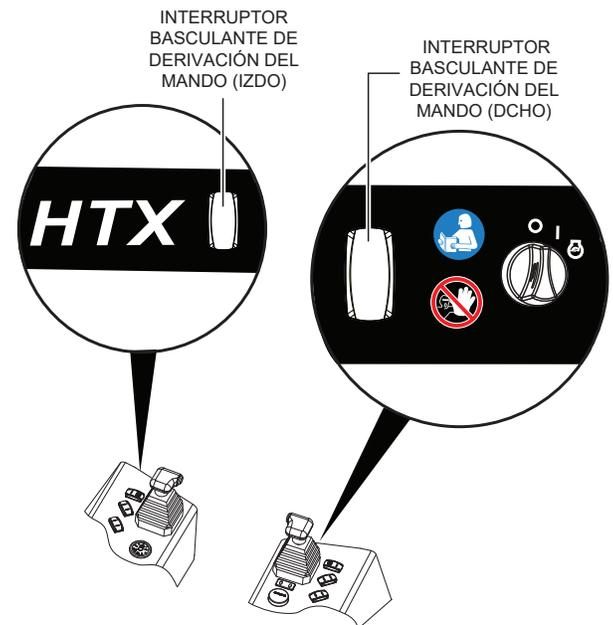

Figura 28. Interruptores basculantes de derivación del mando
2. **Sin sentarse en el asiento del operador**, oprima sin soltar el interruptor basculante de derivación (Figura 28) y oprima el pedal (con la mano) para hacer girar lentamente las aspas de la alisadora.